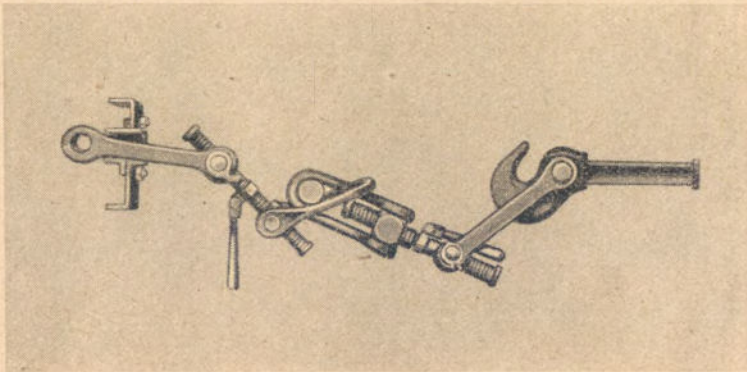

Bild 6a
e) Bei länglicher Form der Zughakenführung  die Kupplung von der gerissenen Zugstange lösen, eine Lasche von der Schraubekupplungsmutter absplinteln, Auge dieser Lasche auf den Schaft der an der Schraubekupplungsmutter verbleibenden Lasche legen und in dieser Lage beide Laschen gleichzeitig flach durch das Kopfstück stecken, die abgesplintete Lasche drehen und wieder auf dem Zapfen der Schraubekupplungsmutter versplinteln. Einziehen des Kupplungsbolzens hinter dem Kopfstück nicht nötig. Die Kupplungsbügel durch Einziehen des Kupplungsbolzens miteinander verketteten — siehe Bild 6a und 6b.